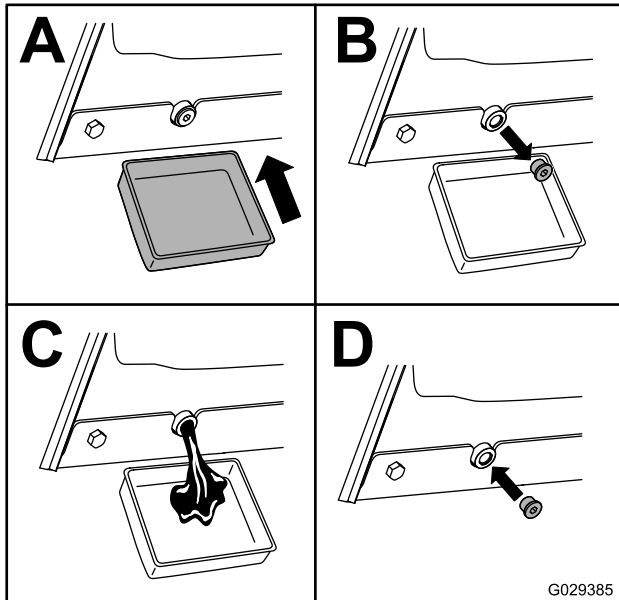

Figura 45
5. Spurgate l'olio sotto la piattaforma (Figura 45).